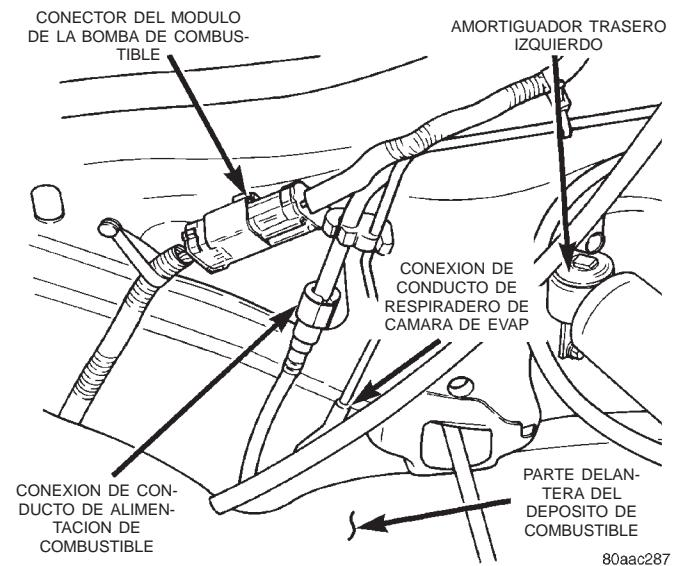

Fig. 35 Conexiones del depósito del combustible en la parte delantera del depósito
tible (Fig. 35). Consulte Tubos/conductos/mangueras de combustible y abrazaderas en este grupo. Consulte también Racores de conexión rápida para informarse sobre los procedimientos.
(10) Desconecte el conducto de respiradero de la cámara de EVAP de cerca de la parte delantera del depósito (Fig. 35).
(11) Desconecte el conector eléctrico del módulo de la bomba de combustible (mazo de conexión flexible) de cerca de la parte delantera del depósito (Fig. 35). El conector del mazo está grapado a la carrocería.